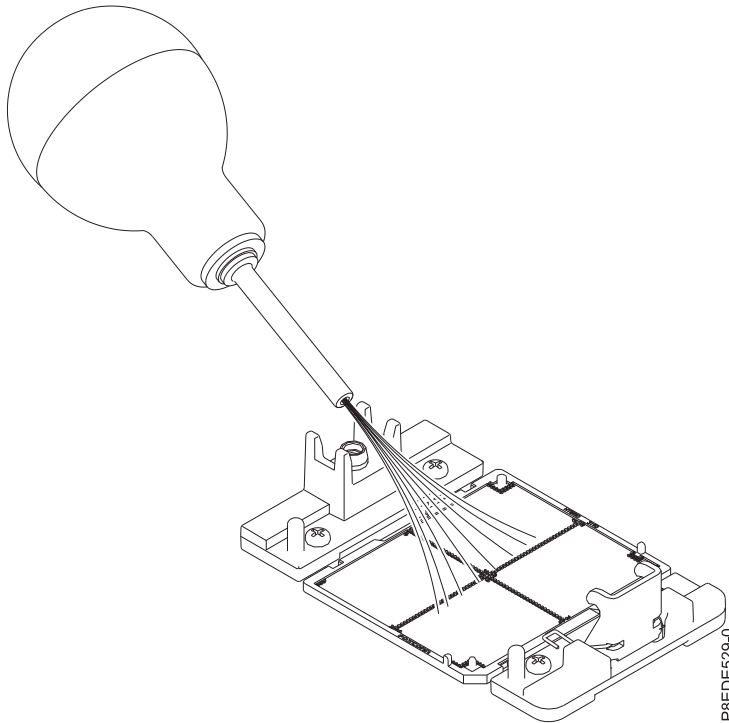

Abbildung 12. Staub und Fremdkörper vom Systemprozessorsocket entfernen
- a. Sollten am Systemprozessorsocket Staub oder Fremdkörper vorhanden sein, reinigen Sie das Socket mithilfe der im Lieferumfang enthaltenen Luftpumpe (Teilenummer 45D2645). Arbeiten Sie dabei mit kurzen Luftstößen von der Mitte des Sockets hin zu den Seiten, siehe Abb. 12 auf Seite 14.